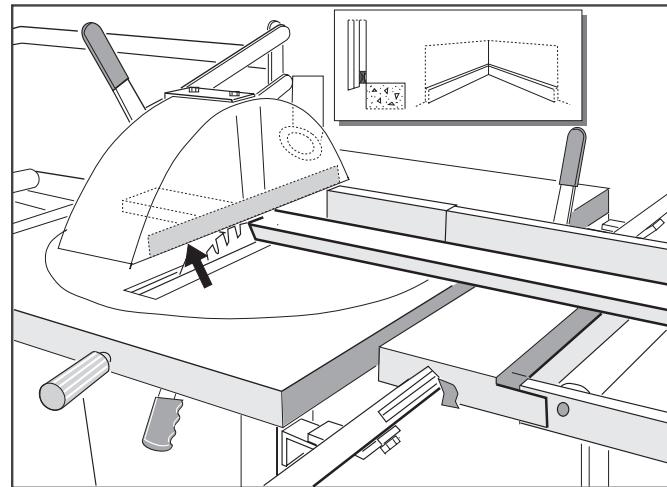

Fig. 6
- Legg arbeidsstykket mot anholdet og kapp ved å heve sagbladet. Se fig. 6.